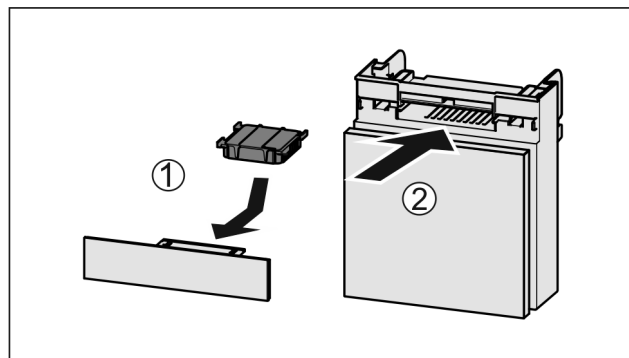

Fig. 57
- ▶ Поставете Fig. 57 (1) филтърта с активен въглен, както е показано на фигурата.
- ▶ Вкарайте Fig. 57 (2) отделението.